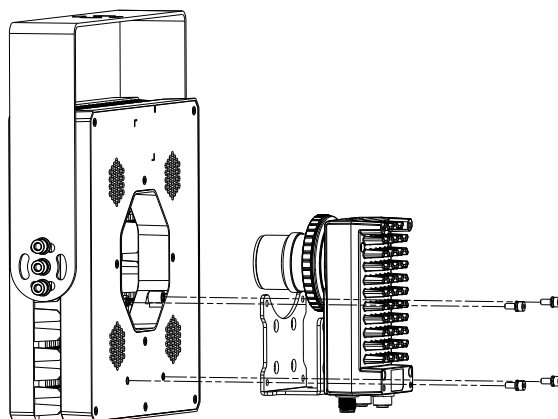

图2-4 安装读码光源
2. (可选) 将设备用 M4 螺丝通过固定支架和读码光源安装，如图 2-4 所示。